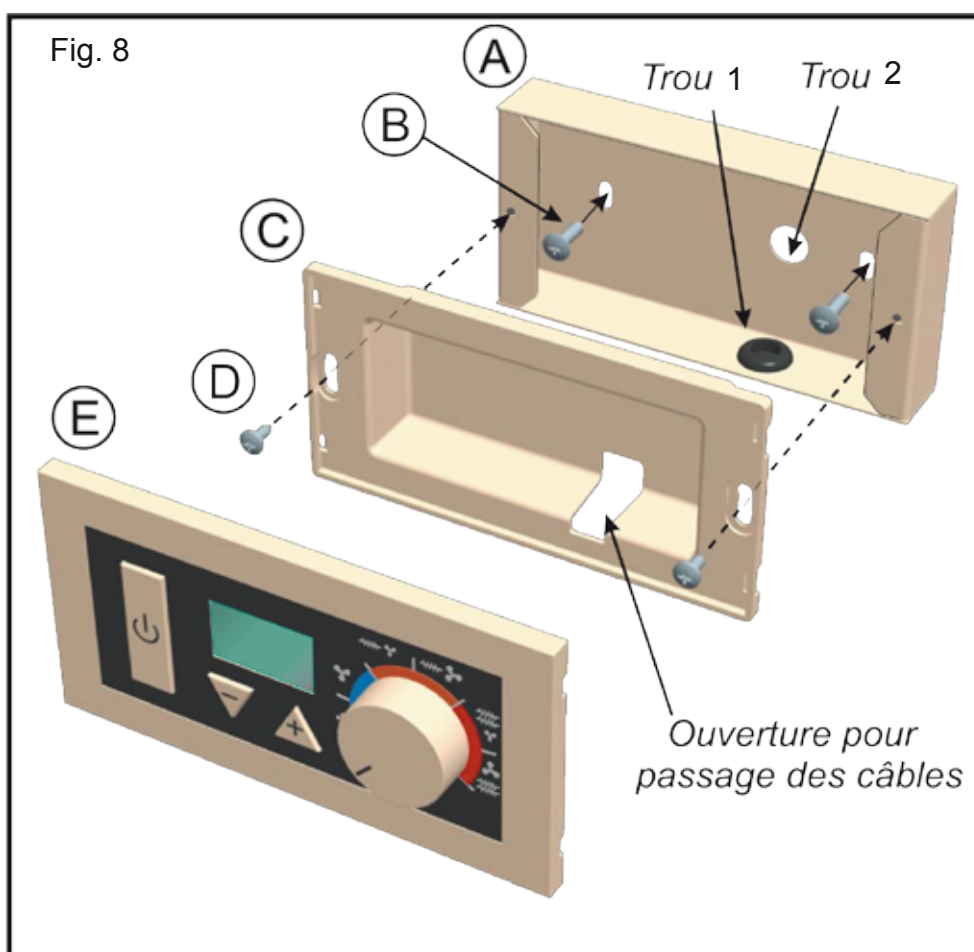

Fig. 8
- Faire passer les fils d'alimentation par l'ouverture prévue à cet effet sur le fond du boîtier (fig.8), puis visser le fond avec les 2 vis (D) sur le boîtier d'encastement.